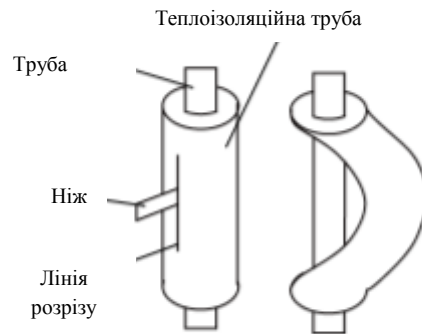

Рисунок 11
4. Згинаючи трубу, не згинайте її в тому стані, в якому вона знаходиться. Труба буде деформована. В цьому випадку відріжте теплоізоляційну трубу гострим ножем, як показано на рис.11, і зігніть її після оголення труби. Після вигину труби необхідним чином, обов'язково встановіть теплоізоляційну трубу назад на трубу і закріпіть її стрічкою